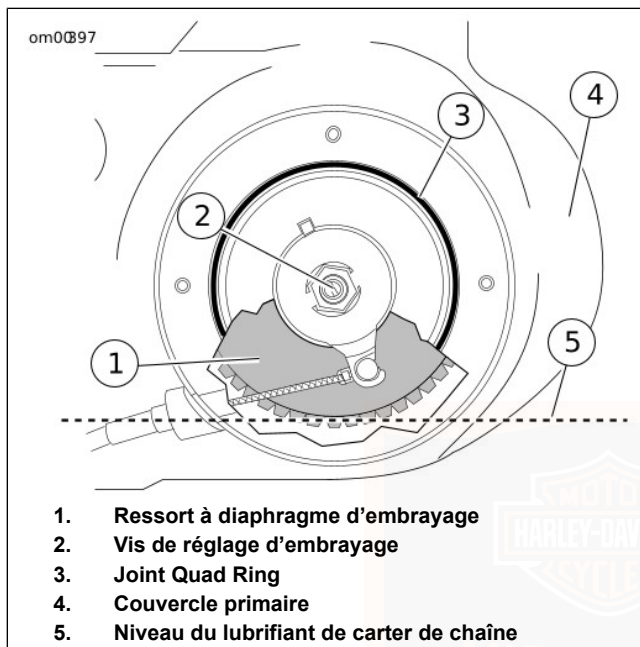

Figure 37. Niveau du lubrifiant de carter de chaîne : Modèles Sportster
7. Voir Figure 37. Vérifier que le niveau du lubrifiant atteint la partie inférieure du ressort à diaphragme d'embrayage.